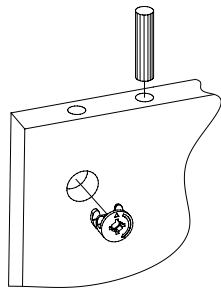

Рис.2
2. Вставьте шканты и головки минификсов в детали 2, 3 (Рис. 2).